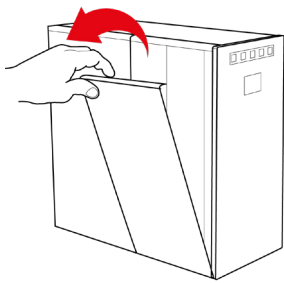

Fig. 1-13
24.1 – Mantenere l'apparecchio verticale con una mano e con l'altra tirare il pannello laterale sinistro della macchina verso l'esterno fino a completa estrazione, vedi Fig 1-13.